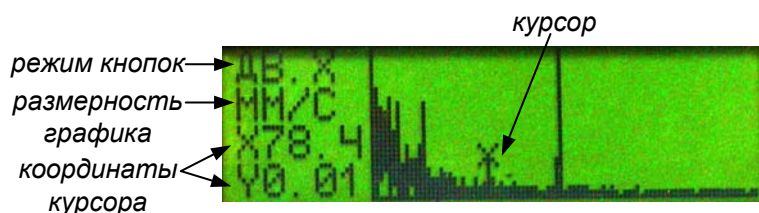

Рис. 5 – Отображение графика и перемещение курсора в режиме АНАЛИЗ
В режиме АНАЛИЗ по нажатию «К1» – это переход к отображению графика (Рис. 5).
5.1.17. В режиме АНАЛИЗ экран выглядит так, как показано Рис. 5. Режим кнопок указывает на действия, которые будут производиться по нажатиям на кнопки. В данном случае (Рис. 5) при нажатии на «К2» будет происходить перемещение курсора вправо, при нажатии на «К1» - влево. Фиксация кнопки приводит к непрерывному повтору действий. Режим кнопок выбирается в меню экрана анализа.